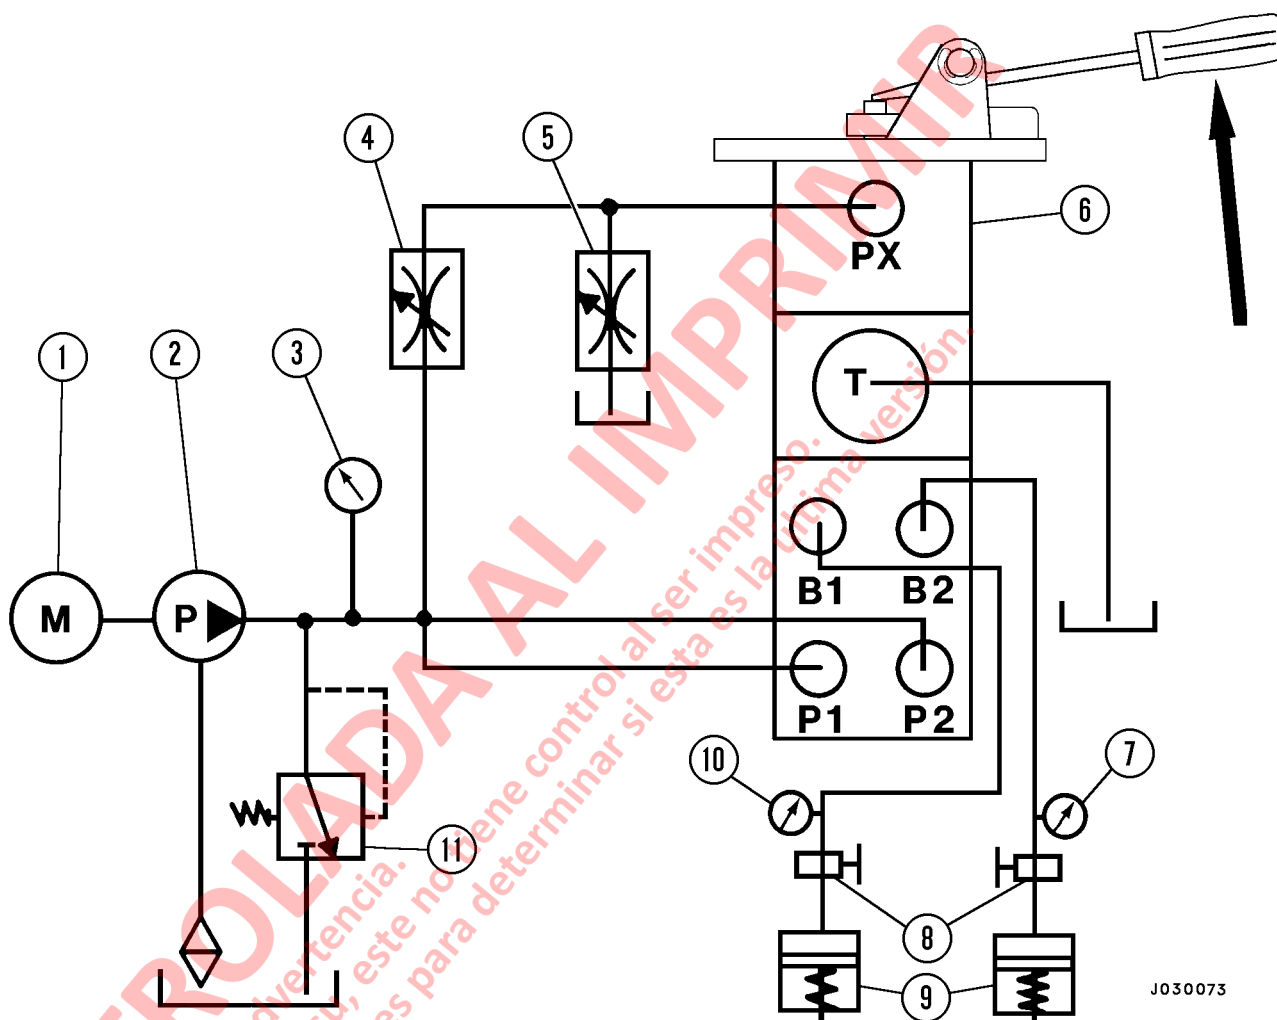

FIGURA 3-9. PREPARACIÓN DEL BANCO DE PRUEBA
- Soporte de prueba hidráulica (consulte la Figura 3-9)
1. Coloque la válvula en el aparato para permitir que los émbolos se activen con la mano usando una palanca. Vea la Figura 3-9.
5. Conecte los puertos "B1" y "B2" de salida regulada a las líneas de prueba. Los dispositivos de monitoreo de presión en estas dos líneas deben tener una capacidad de 20 680 kPa (3000 psi). Conecte todos los puertos de acuerdo al diagrama que se muestra en la Figura 3-9. Deben usarse y conectarse todos los puertos.
2. Con un destornillador o una barra de palanca bajo el pasador de pivote y sobre el conjunto del émbolo roscado, se puede activar cada circuito individualmente. Vea la Figura 3-9.
8. Complete el ciclo de cada circuito 50 veces utilizando la aplicación piloto. Para esto, cierre la válvula de aguja (5, Figura 3-9) y abra la válvula de aguja (4). Lea la presión en los medidores (7) y (10). Cierre la válvula (4) y abra la válvula (5). Los manómetros deberían marcar cero.